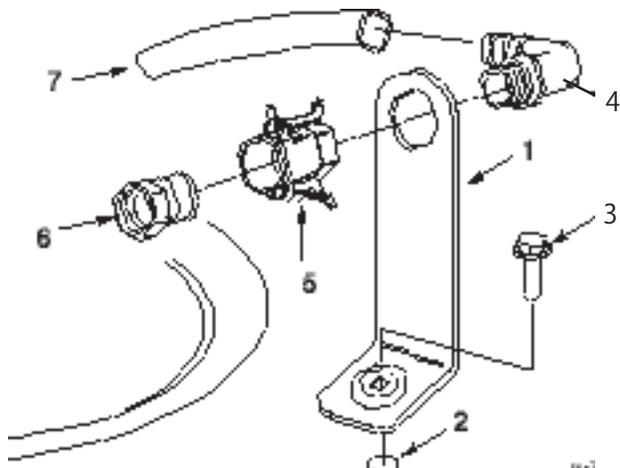

図2
- 1 タンクに開けてあるネジ穴に合わせて補給口ブラケットをセットし、フランジヘッド・ボルト (5/16 x 3/4 インチ) で固定する (図2)。
- 2 90度エルボのネジ切りしている側をブラケットに通し、クイック・カップラでブラケットに固定する (図2)。
- 3 クイック・カップラにホース・アダプタを取り付ける (図2)。
- 4 カップラについているレバーをアダプタ側に倒してロックし、ヘアピンコッターで固定する (図2)
5. 90度エルボに逆流防止ホースを取り付ける (図2)。